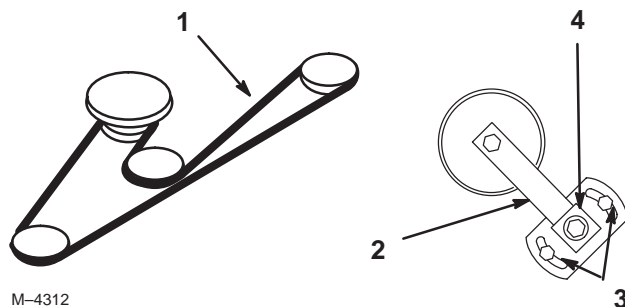

Figure 66
3. Desserrez les deux écrous de fixation de la plaque du bras de tension et déplacez ce dernier pour détendre la courroie sur la poulie de tension. Déposez la courroie usée du plateau de coupe (Fig. 66).
4. Installez une courroie neuve autour des poulies d'axe, du guide-courroie, de la poulie de tension et dans la gorge inférieure de poulie d'axe centrale (Fig. 66).